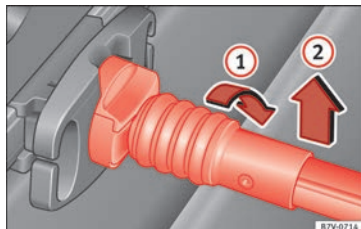

Fig. 171 Desenganche la red para el equipaje.
- Gire la varilla de sujeción 90° hacia la derecha » » » **fig. 171** (1) hasta que se vea la marca roja en la varilla. Extraiga la varilla de sujeción hacia arriba (2).